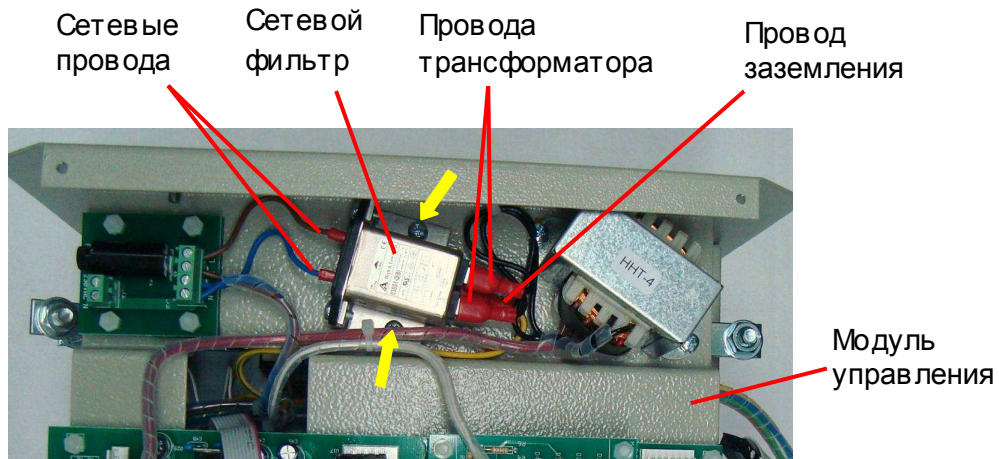

Рис. 6.17
6.10.1. Отключить от сетевого фильтра провода трансформатора, заземления и сетевые провода (рис. 6.17).
6.10.3. Выкрутить два винта (рис. 6.17, желтые стрелки), демонтировать сетевой фильтр и положить его в тару.